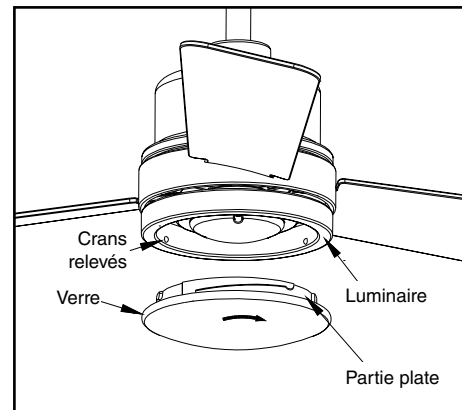

Figure 15
Tournez le luminaire dans le sens des aiguilles d'une montre et serrez les vis. Réinsérez la vis qui a été retirée à l'étape 3 et serrez-la fermement. (Figure 15)
5. Placez l'abat-jour en verre sur le bac du luminaire en alignant les trois parties plates en haut de l'abat-jour avec les trois crans relevés du bac du luminaire. Tournez l'abat-jour dans le sens des aiguilles d'une montre jusqu'à ce qu'il s'arrête. (Figure 15)